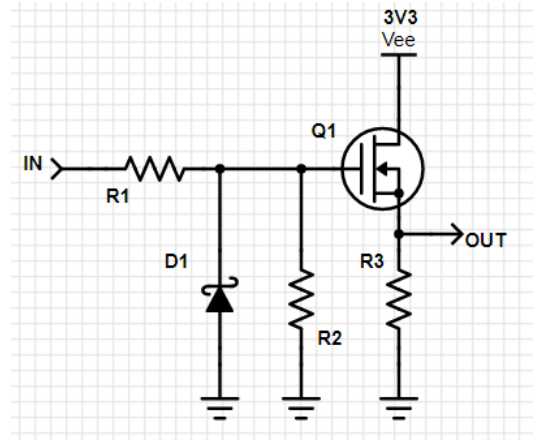

Figura 4. Circuito para Interface de Entradas Digitais
3) *Interface para Entradas Digitais*: Para que o dispositivo possa trabalhar com diferentes tensões na entrada digital será usado o circuito na Figura 4.